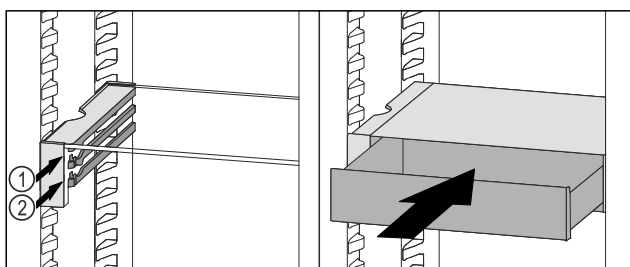

Fig. 177
- Stavite ladicu VarioSafe ukoso iza zaustavljača na željeni žlijeb Fig. 177 (1) ili Fig. 177 (2).